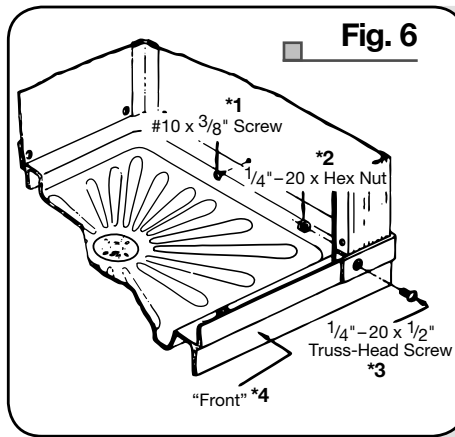

Fig. 6
6. From the outside, insert a 1/4" - 20 x 1/2" Truss Head Screw in the Base and through the pre-punched hole in the Front Support. Secure with a 1/4" x 20 Hex Nut on the inside. Repeat for the remaining Front Support. Insert a #10 x 3/8" Truss Head Tapping Screw into the pre-punched center hole of the back panel (this will align the panel to the base.) Follow the same procedure for both side panels. Tighten all three center screws, then start the remaining six screws. After all screws are started, tighten securely. (Fig. 6)
6. Desde el lado de afuera, coloque los tornillos en cruz de 1/4" - 20 x 1/2" en el plato y a través del orificio marcado en el soporte frontal. Asegúrelo con una tuerca hexagonal 1/4" x 20 desde el lado de adentro. Repita el proceso para el otro soporte frontal. Inserte un tornillo rosca de cabeza en cruz #10 x 3/8" en el orificio central marcado del panel trasero (esto alineará el panel al plato). Realice el mismo procedimiento para los dos paneles laterales. Ajuste los tres tornillos del centro y luego coloque los otros seis. Después de poner todos los tornillos en su lugar, ajústelos hasta que queden firmes. (Fig. 6)
6. Depuis l'extérieur de la cabine, insérez une vis à tête bombée n° 20 de 1/4 x 1/2 po dans la base et dans l'un des trous du support avant. Serrez en place de l'intérieur avec un écrou n° 20 de 1/4 po. Procédez de la même façon pour l'autre support avant. Insérez une vis autotaraudeuse à tête bombée n° 10 de 3/8 po dans le trou central du panneau arrière pour aligner le panneau et la base. Procédez de la même façon pour les 2 panneaux latéraux. Serrez les 3 vis centrales, puis insérez les 6 vis restantes. Une fois les 6 vis en place, serrez-les à tour de rôle. (Fig. 6)